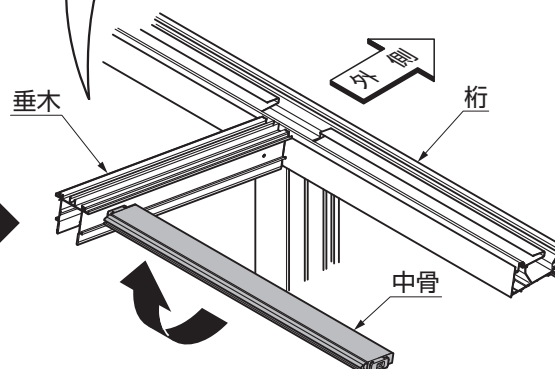

図10-3
①中骨を垂木間に回転しながら、はめ込んでください。(図10-2、図10-3参照)